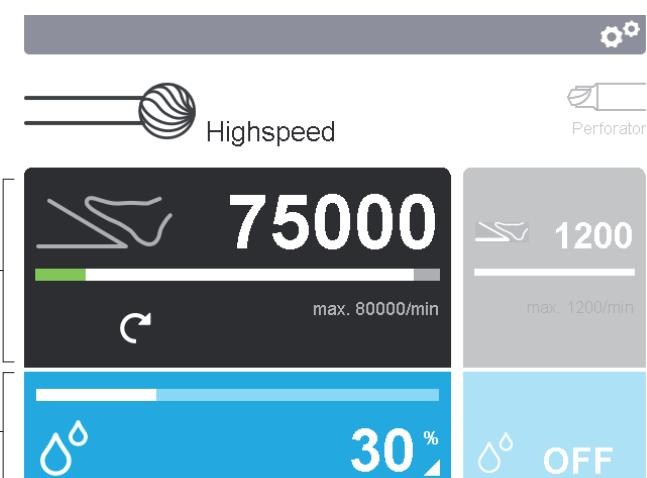

Fig. 5 Activar painéis de comando
- Alterar parâmetros de configuração da unidade de aplicação: Premir o painel de comando da unidade de aplicação **b** no mostrador **2**, ver Fig. 5.